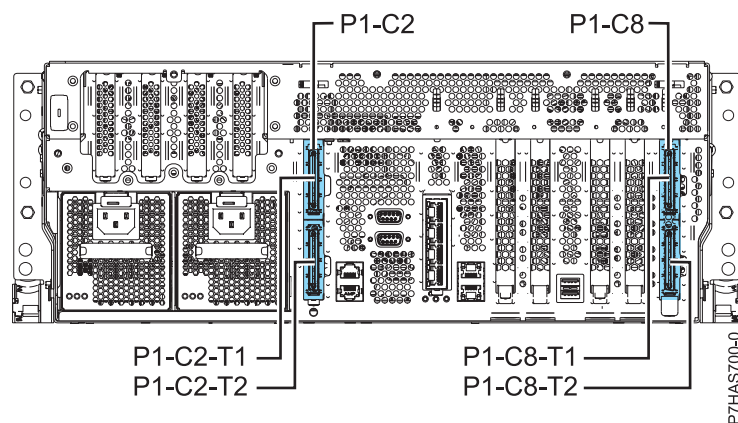

図 1. GX++ アダプター・スロット P1-C2 および P1-C8 を示す 8202-E4B または 8205-E6B の背面図
- システムに 1 つのプロセッサ・チップ・モジュールが取り付けられている場合、システムは GX アダプターを 1 つのみサポートします。アダプターは、GX++ アダプター・スロット 1 (P1-C2) にのみ取り付けることができます。スロット P1-C2 にオプションの PCI 拡張装置が取り付けられている場合、スロット P1-C2 を GX アダプター用に使用することはできません。GX アダプター・スロットおよびロケーション・コードについては、3 ページの図 1 を参照してください。